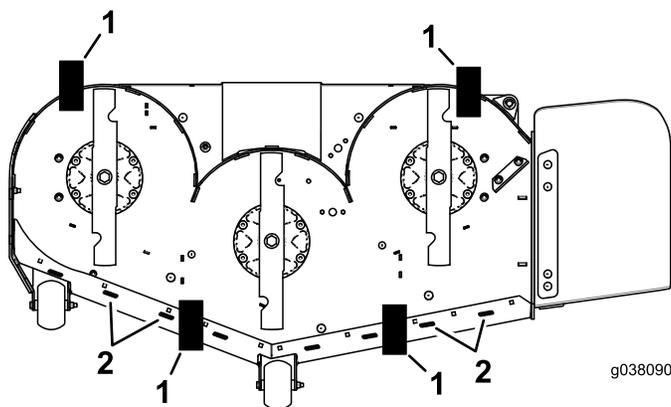

**Figura 84**
- B. Afloje lentamente el tornillo de ajuste del muelle auxiliar de elevación hasta que pueda retirar el tornillo (ver Figura 84).